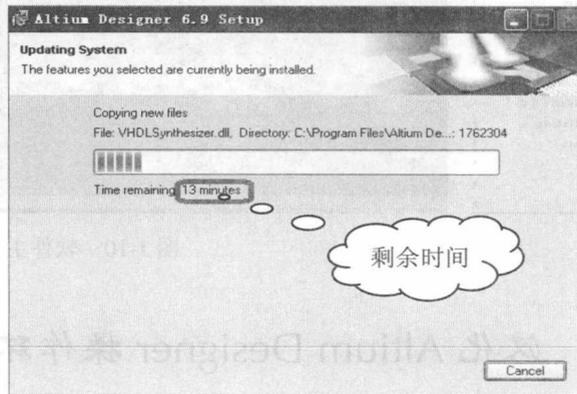

图 1-7 安装进度
(4) 在操作步骤(3)后出现如图 1-7 所示界面，因为该软件所占内存较大，所以安装大约需要 20 min。